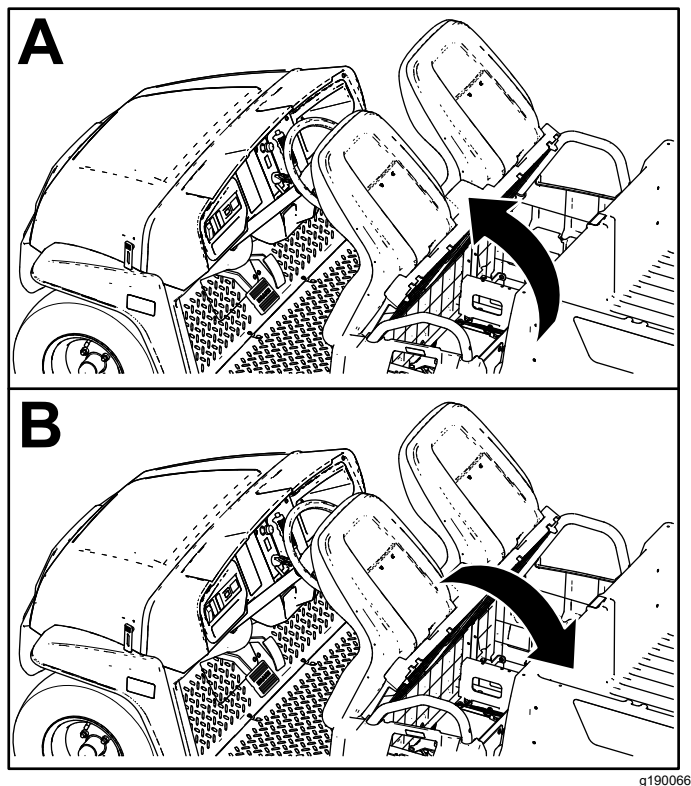

Figure 27
Pour relever l'ensemble sièges, basculez-le vers l'avant jusqu'à ce qu'il repose sur le volant (Figure 27).
Pour abaisser l'ensemble sièges, basculez-le vers l'arrière jusqu'à ce qu'il retrouve sa position initiale (Figure 27).
1. Poussez l'ensemble sièges en avant, en position relevée (Figure 27).